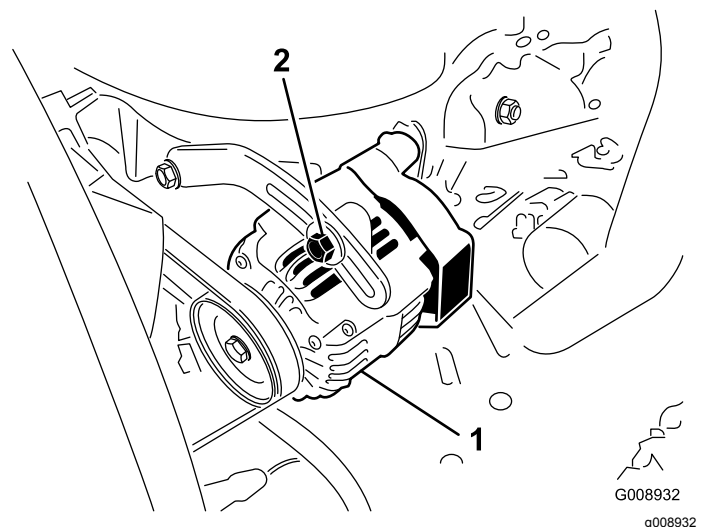

Bild 105
Prüfen Sie den Zustand und die Spannung der Treibriemen (Bild 105) alle 100 Betriebsstunden.
3. Lockern Sie bei einer Durchbiegung von mehr oder weniger als 10 mm die Befestigungsschrauben der Lichtmaschine (Bild 105).